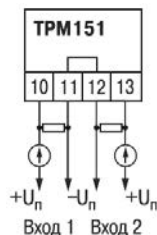

Рисунок 7.7 - Схема подключения активных датчиков типа "параметр—ток", "параметр—напряжение"
- 2) Активные датчики с выходным сигналом в виде тока ($0 \dots 5$ мА, $0 \dots 20$ мА или $4 \dots 20$ мА), в том числе датчики положения токового типа, можно подключать к прибору только после установки внешнего шунтирующего резистора (см. рисунок Б.1, рисунок 7.7). Резистор должен быть прецизионным (типа С2-29В, С5-25 и т. п., мощностью не менее 0,25 Вт, сопротивлением $100 \text{ Ом} \pm 0,1 \%$) и высокостабильным во времени и по температуре (ТКС не хуже $25 \cdot 10^{-6} 1/^\circ\text{C}$).